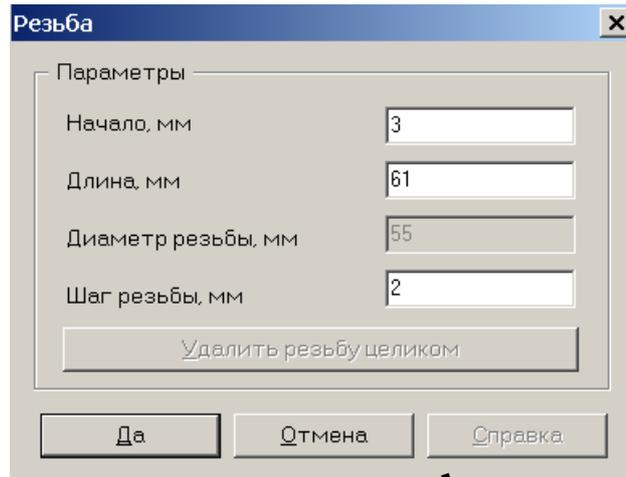

Рисунок 2.55
**Задание 6.** Покажите резьбу на четвертой секции (рисунок 2.55).